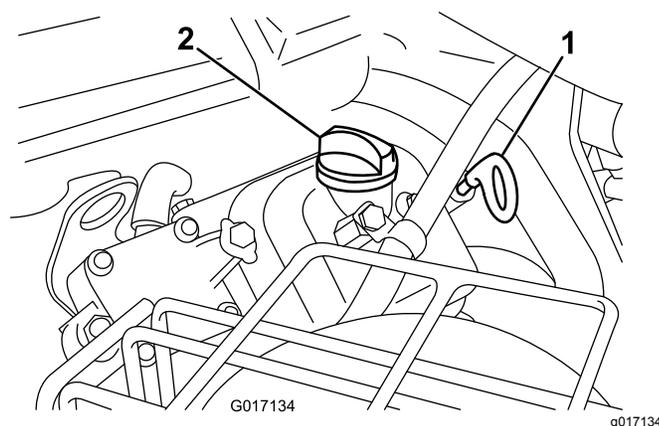

図 38
3. 補給口にディップスティックを差し込んでねじ部を最後まで締めこむ 図 38。